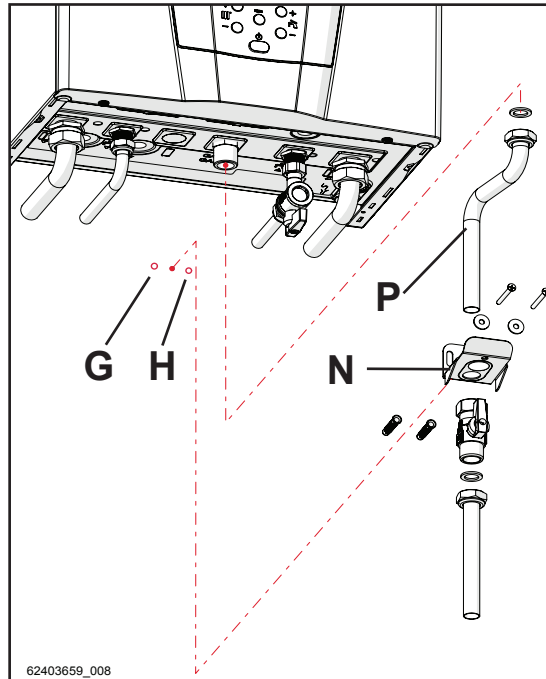

Figure 5-48
- 6.- Fixer l'étrier de fixation au mur « N », insérer le tuyau de gaz « P » à l'intérieur et raccorder les différents composants comme indiqué sur les Figures 5-48 et 5-49;